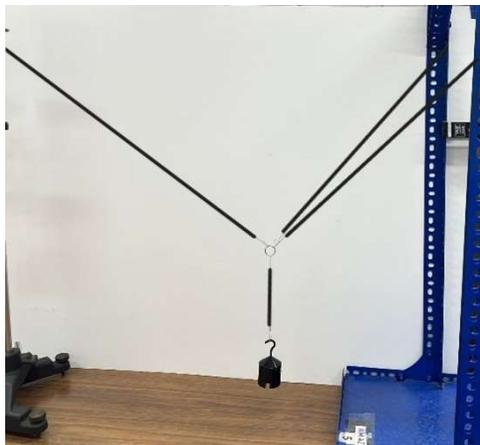

Figura 7. Configuración del tercer experimento.
6.1 Tome el conjunto de cuerdas y fije una de ellas en el bloque de sujeción que está en el soporte universal, y sujete las otras dos cuerdas en agujeros del bastidor metálico azul, de manera que queden a alturas diferentes. En la cuerda corta con argolla una las cuerdas y coloque un cilindro de 0.5 kg, tal y como se muestra en la Figura 7.